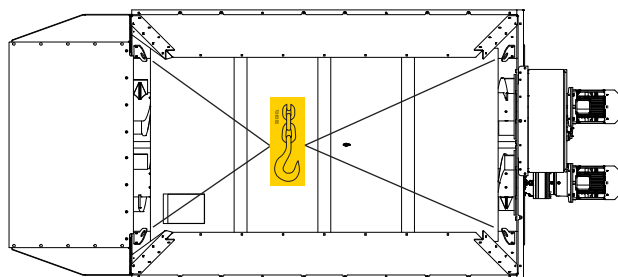

Fig. 9
- Heis maskinen med stropper festet i maskinens heisepunkter. **Se fig. 9.**